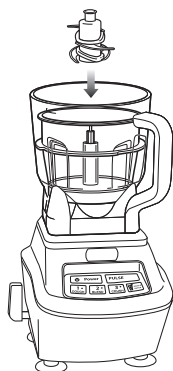

Fig. 2
- 6 Lorsque la pâte est terminée, retirez le bol du bloc-moteur. (Fig. 2, Fig. 3)
- 3 Placez le mini-bol de préparation en insérant le mandrin dans la tige centrale (Fig. 2)